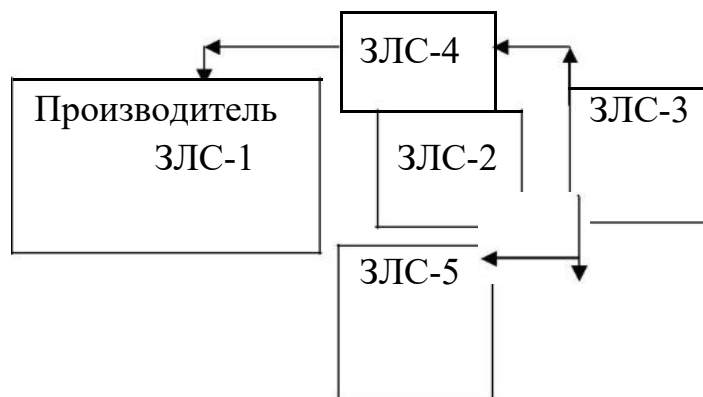

Рис. 1. Схема взаимодействия логистических звеньев
2. При определении вида логистической структуры полученные результаты оформить в виде схемы (рис.1) и вписать названия звеньев.
3. Определить направления информационных и финансовых потоков по указанным выше логистическим операциям r и c и отразить их на схеме, используя обозначение потоков, операций (см. пример на рис.1).